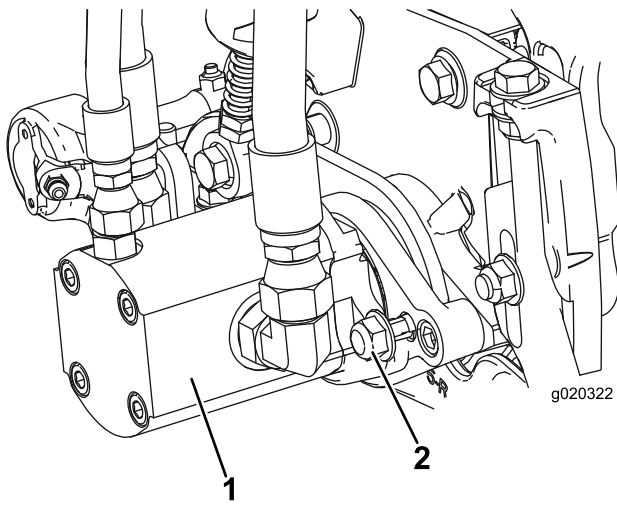

Figura 13
16. Instale o motor rodando-o no sentido dos ponteiros do relógio de forma que as flanges do motor se afastem das porcas de bloqueio (Figura 13). Rode o motor no sentido contrário aos ponteiros do relógio até que as flanges envolvam e apertem as porcas.